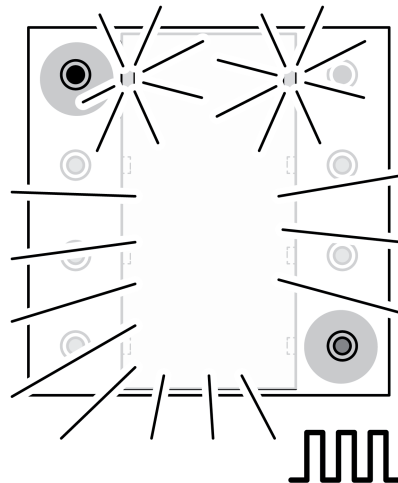
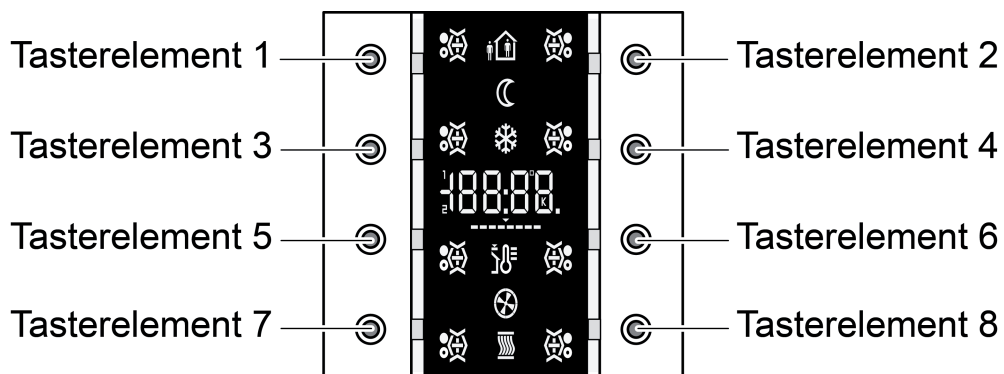

Bild 9: Betätigungspunkte zur Aktivierung des Programmiermodus
Bild 10: Anordnung der Tasterelemente
- Programmiermodus aktivieren. Dazu am TSM den Betätigungspunkt oben links (Tasterelement 1) drücken und gedrückt halten (Bild 9). Dann zweiten Betätigungspunkt unten rechts (Tasterelement 8) (Bild 10) drücken.
Das Gerät besitzt 8 mechanisch voneinander getrennte Tasterelemente. Die Bedienflächen sind die unter einer aufgesteckten Design-Abdeckung zusammengefassten Tasterelemente. Das Gerät besitzt, unabhängig von der Gerätevariante, immer acht Tasterelemente. Bei der Gerätevariante 2fach sind immer 2 Tasterelemente zu einer Bedienfläche zusammengefasst. Die Tasterelemente sind sichtbar, wenn keine Design-Abdeckungen aufgesteckt sind. Bei Gerätevariante 2fach sind zwei Tasterelemente zu einer Taste zusammengefasst. Mit Hilfe der Tasterelemente 1 und 2 (Bild 10) werden die Bedienebene und die Menüebene des Displays bedient. Aus diesem Grund ist bei freigeschalteter Menüebene die vollflächige Bedienung der Wippe 1 nicht möglich. Ein Wechsel der Displayanzeige kann je nach Parametrierung durch jede Taste realisiert werden.